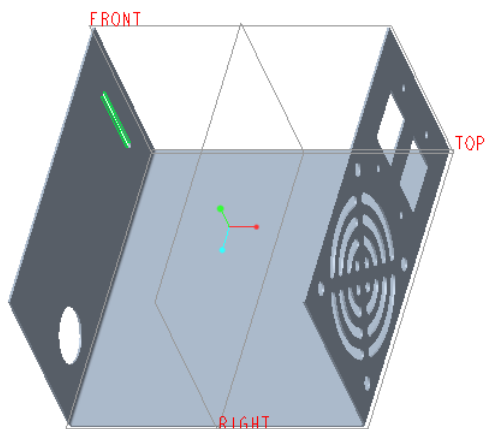

图 6-79 切除出一个竖槽
(4) 接受默认的深度选项为“ (到下一个)”选项, 单击 (完成) 按钮, 得到的模型效果如图 6-79 所示。